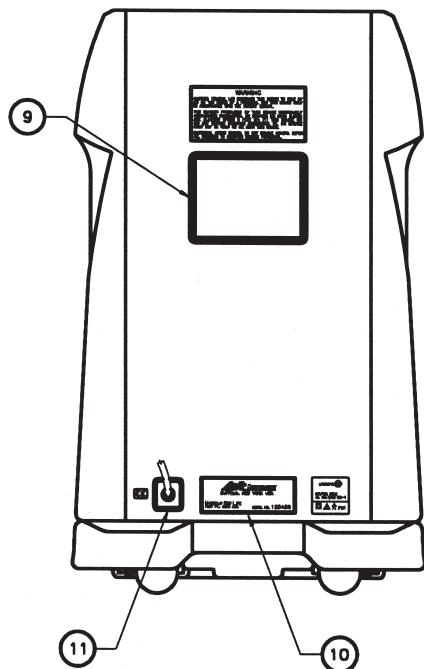

Fig. I.2
I. 2. Face arrière (Fig. I. 2).....	3-FR
### I. 2. Face arrière (Fig. I. 2)